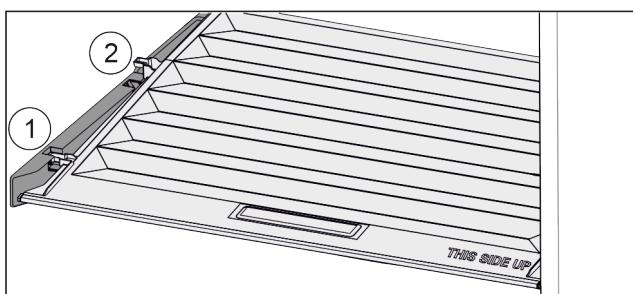

Fig. 96
- ▶ 将盖子向前拉 Fig. 96 (1)至定位件开口。
- ▶ 从下方抬起后端并向上将其移出 Fig. 96 (2)。